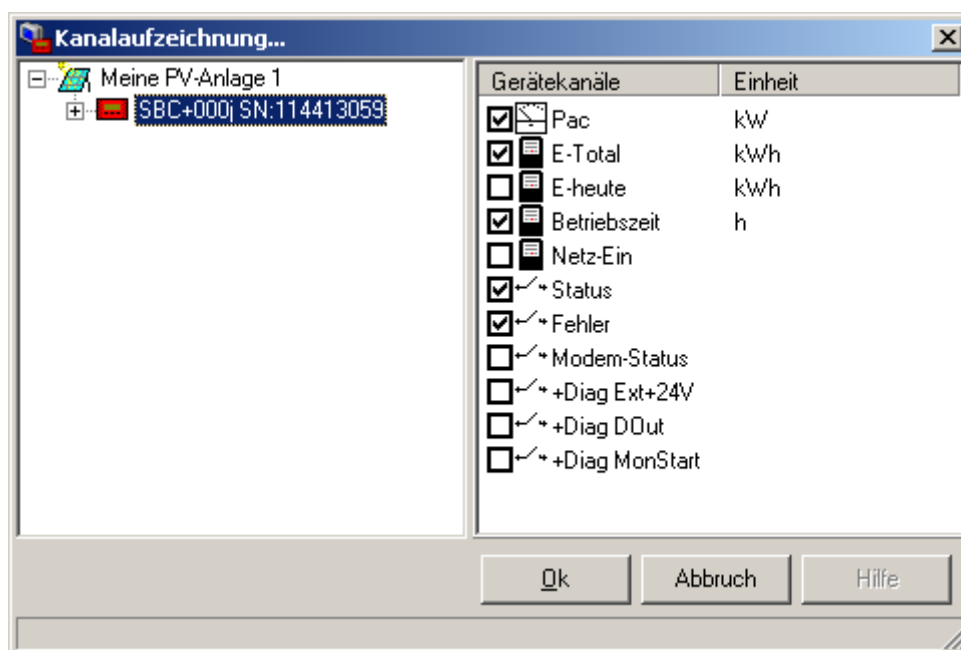

Abbildung 5.1: Dialog Kanalwertaufzeichnung
- Wählen Sie im Dialog (**Abbildung 5.1: Dialog Kanalwertaufzeichnung**) das Gerät mit einem Mausklick aus, dessen Einstellung Sie ändern möchten.